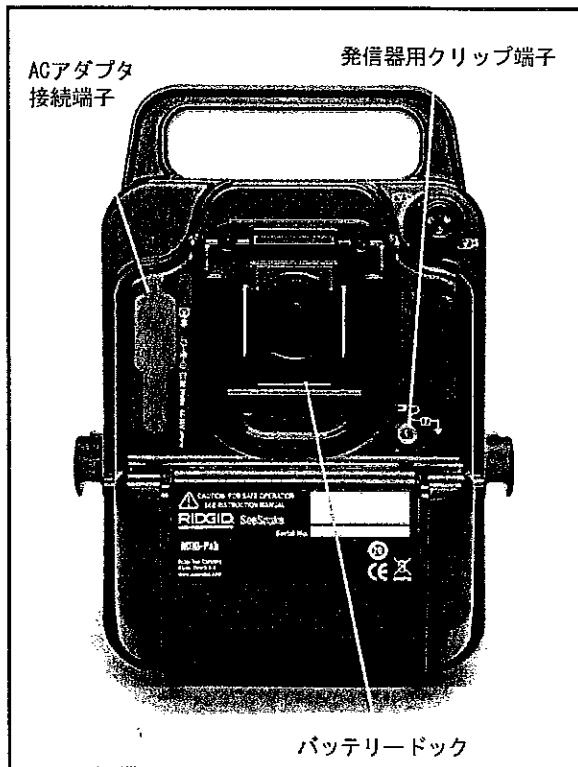

図 7 AC アダプタ接続端子、発信器用クリップ端子、バッテリードック
1. AC アダプタを、本機の後面左側の赤いカバーの中にある AC アダプタ接続端子に接続してください。(図 7)